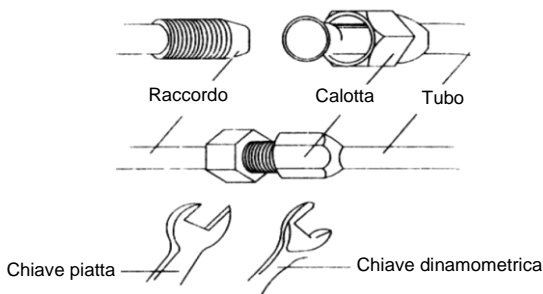

Fig. 18
- In seguito serrare la calotta con la chiave dinamometrica finché comincia a scattare (vedere fig. 18).